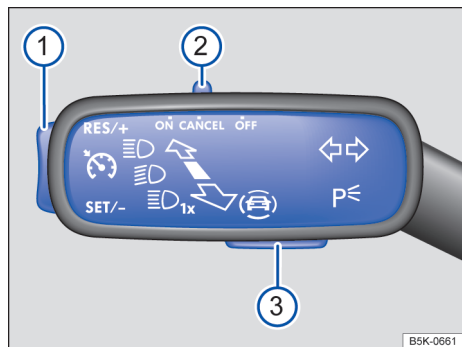

Fig. 141 À esquerda na coluna de direção: Interruptores e botões do GRA.
- Empurrar o interruptor → Fig. 141 ② para a posição **ON**.
- Durante a condução, pressionar o botão → Fig. 141 ① na área **SET/-**.
A velocidade salva pode ser ajustada através do botão → Fig. 141 ① enquanto o GRA regula:
Para alterar continuamente a velocidade salva, manter o botão → Fig. 141 ① pressionado. O veículo adapta a velocidade atual acelerando ou reduzindo a velocidade. O veículo não freia ativamente.
- Empurrar o interruptor → Fig. 141 ② para a posição **CANCEL** ou pisar no pedal do freio.
- Pressionar o botão → Fig. 141 ① na área **RES/+**.
- Empurrar o interruptor → Fig. 141 ② para a posição **OFF**.
- Pressionar o botão → Fig. 141 ③.